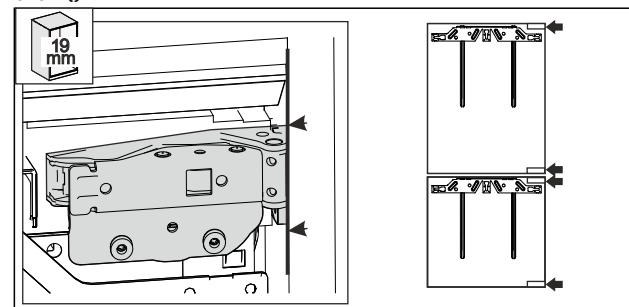

Fig. 61
- ▶ 19 mm vastag szekrény-oldalfal: a zsanérok elülső élei a szekrény-oldalfal elülső oldalával egy síkba vannak igazítva. Fig. 61 ()